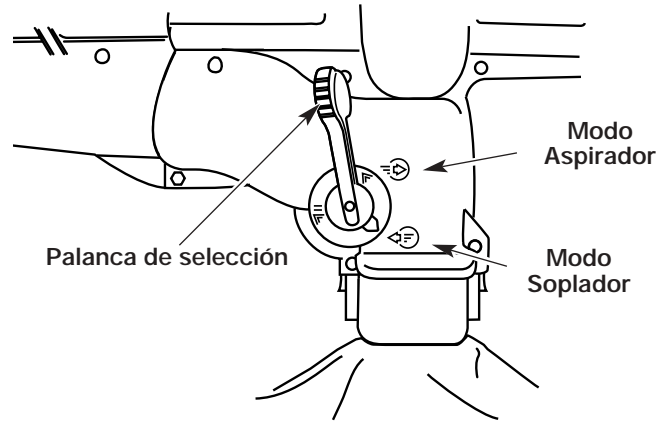

Fig. 14
2. Coloque la palanca de selección de la función soplador/aspirador en posición alta (modo Soplador) (Fig. 14).